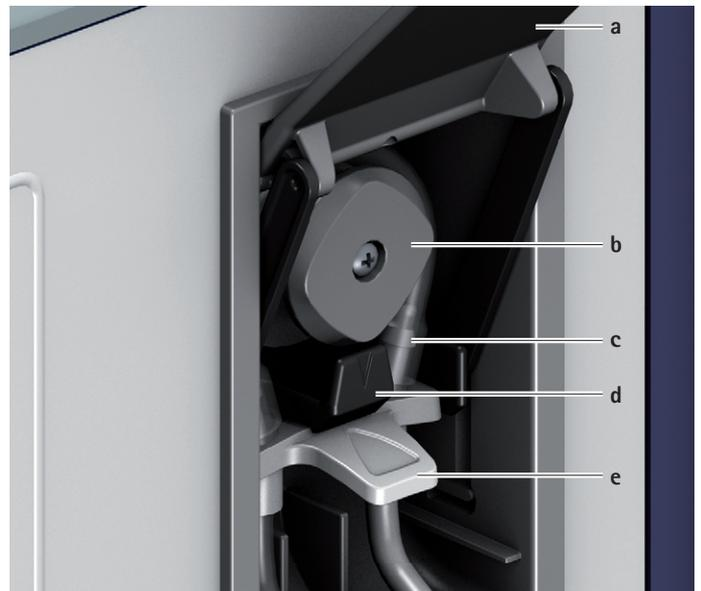

Fig. 4 Raccordement du kit de tuyaux à usage unique
- ▶ Ouvrir le clapet **a** de la pompe de liquide de refroidissement **3**, voir Fig. 4.